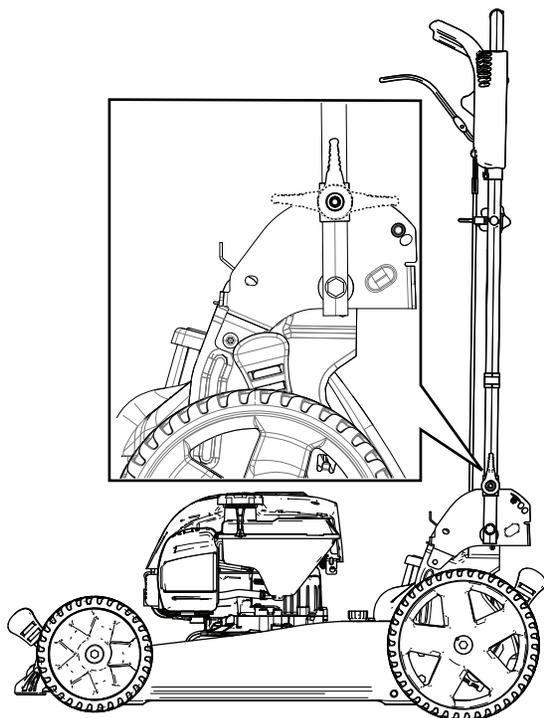

図 20
3. 図 20 に示すように、ハンドルを前方に折りたたんで縦位置または完全に前に倒した状態にする。